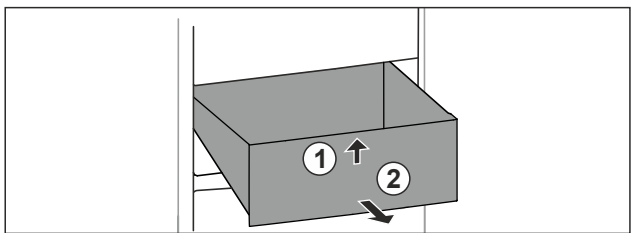

Fig. 135
- ▶ Levantar el cajón por delante. Fig. 135 (1)
- ▶ Extraer el cajón hacia delante. Fig. 135 (2)